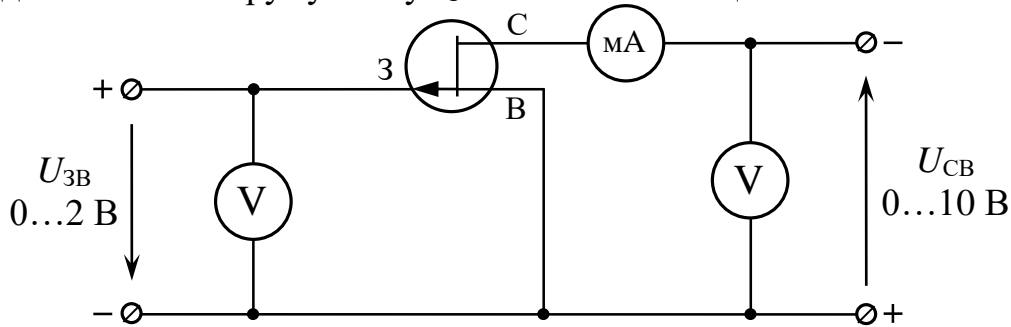

Рисунок 5.8 – Схема для зняття ВАХ польового транзистора
1.2 Зібрати схему, представлену на рис.5.8. В якості вольтметрів використовуються вбудовані індикатори напруги джерела живлення.